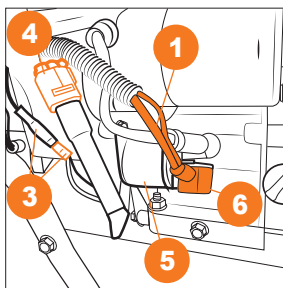

Рис. 17.1
- Плюсовой кабель красного цвета **1**, идущий от панели управления подключаем к реле электростартера **5**. Устанавливаем шайбу, пружинную шайбу и затягиваем гайку ключом 10 мм. Закрываем красным резиновым колпачком **6** (Рис. 17.1).
- Соединяем белую пластиковую фишку кабеля фары **4** (Рис. 17.1).
- Подключаем коричневый кабель управления электростартера **3**, идущий от панели управления к черно-белому кабелю, идущему от электростартера. Закрываем резиновым кембриком (Рис. 17.1).